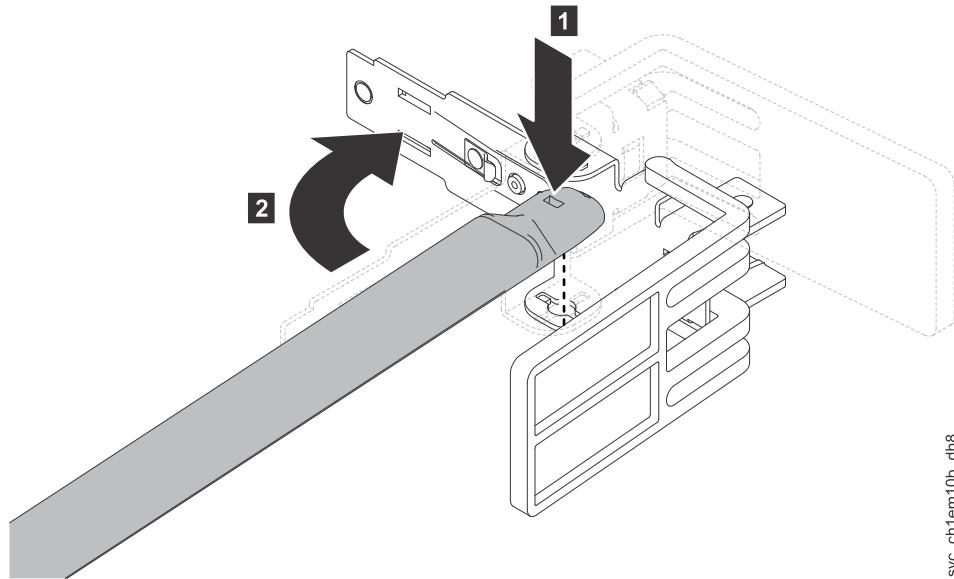

図 34. ケーブル・マネジメント・サポート・バーの停止金具への接続
- 49 ページの図 34 に示すように、サポート・バーのもう一方の端を停止金具に接続します。